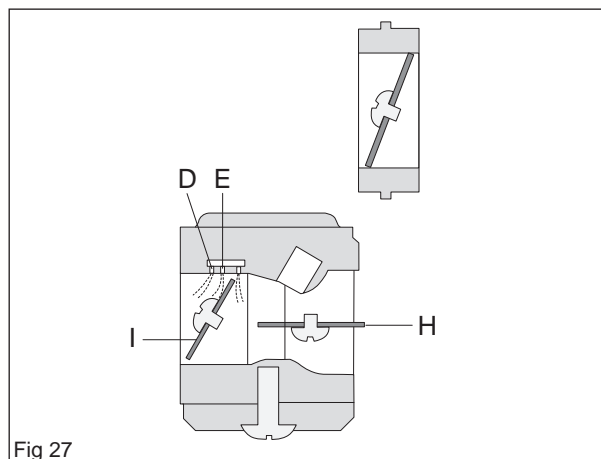

Fig 27
En mode d'accélération partielle, la soupape d'étranglement (I) est partiellement ouverte et la soupape du starter (H) est ouverte. Le carburant est distribué par les diffuseurs (D et E). La soupape d'étranglement (J) commence à s'ouvrir (voir la figure 27).